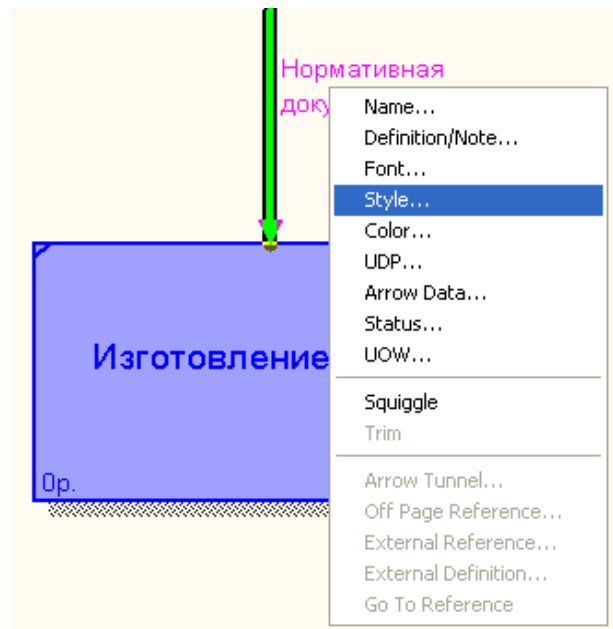

Рис. 1.23. Контекстно-зависимое меню
4. Для изменения стиля дуги выберите в контекстно-зависимом меню команду **Style** (рис. 1.23.):